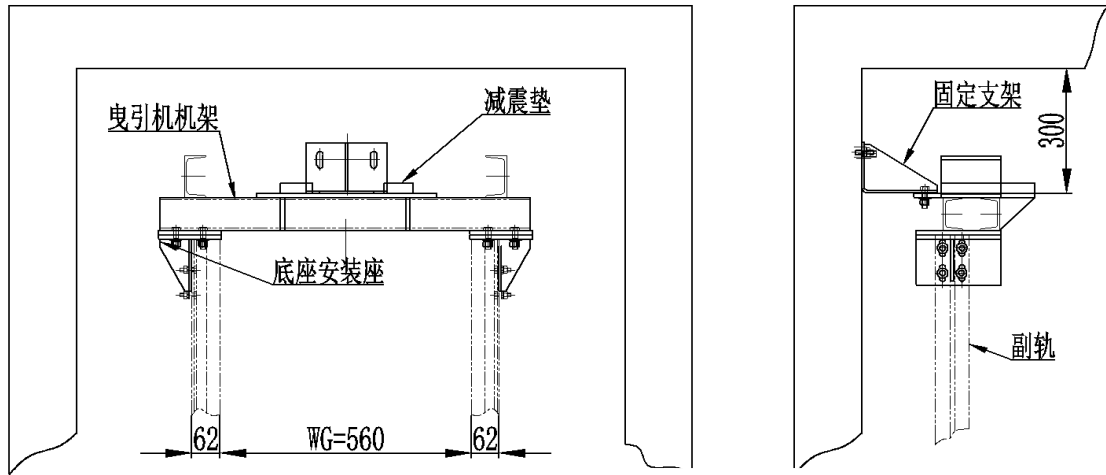

图 8-2 对重后置机座安装示意图
8.1.2 当电梯结构为对重后置时，确认轿厢导轨与对重导轨安装到位，在对重导轨顶端安装曳引机底座支撑座，并将焊接机架放置在底座支撑座上，将曳引机机架用螺栓固定在曳引机支撑座上。调整曳引机机架位置，使曳引机机架两钢带孔中心距与对重导轨中心距在同一垂直面上。见图 8-2。